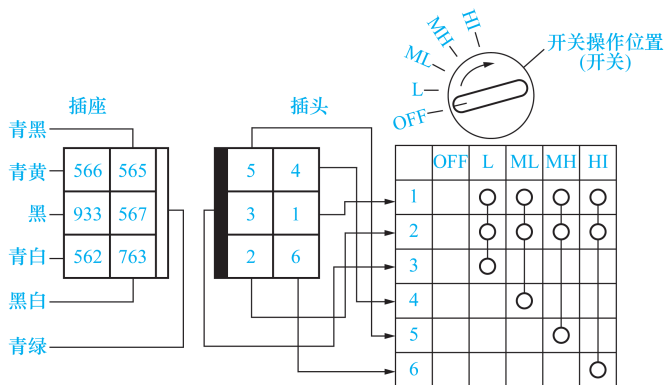

图 1-33 风扇开关原理接线图
(4) 开关的连接方法识别。复合型开关和组合型开关的线路连接比较复杂。下面以风扇开关为例进行说明:如图 1-33 所示为风扇开关原理接线图,插接器插头的 1 脚、2 脚、3 脚、4 脚、5 脚、6 脚分别与风扇开关的 1 脚、2 脚、3 脚、4 脚、5 脚、6 脚用导线连接,插头上的 5 脚、4 脚、3 脚、1 脚、2 脚、6 脚分别与插座上的 565 脚、566 脚、567 脚、933 脚、763 脚、562 脚